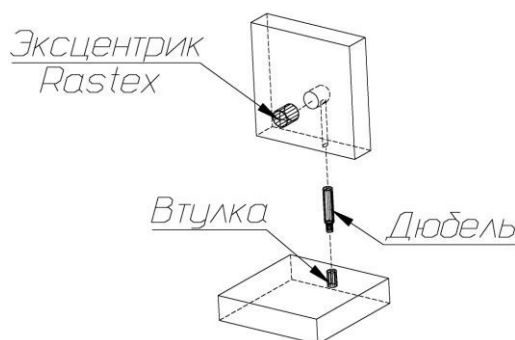

Рис. 1
1. В боковые стенки (3), (4), планку верхнюю (5) и планку заднюю (6) в имеющиеся отверстия установить эксцентрики, таким образом, чтобы стрелка была повернута в сторону отверстия в торце.
2. В установленные муфты эксцентриковых стяжек на крышке (2), основании (1), боковых стенках (3) и (4) вернуть дюбели, в соседние отверстия установить шканты (рис.1).
3. На боковую стенку левую (3) установить держатели для смягчителей удара с помощью шурупов 3,5х13мм.
6. Установить подпятники-гвозди на основание (1).